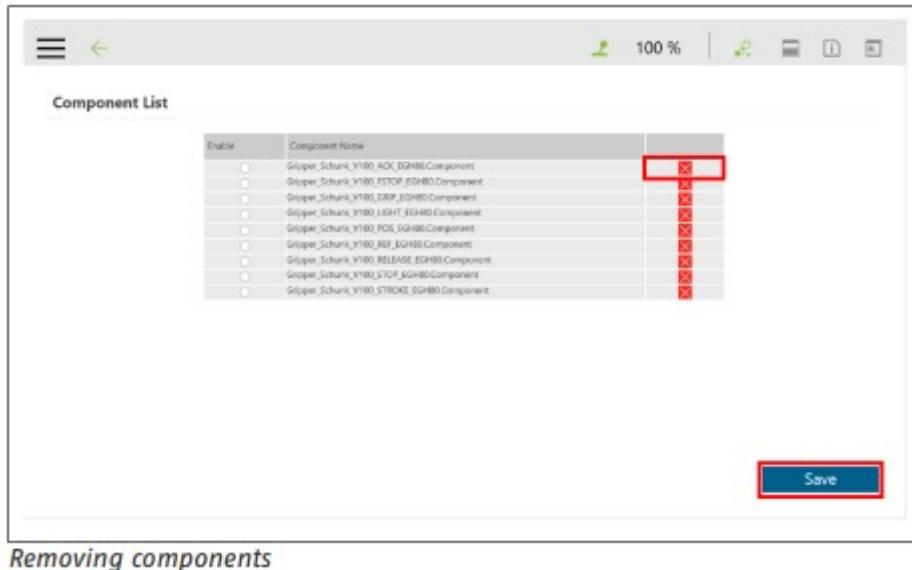

Figure 8.6: Pulsante "Save" per salvare le modifiche
- (c) Selezionare il pulsante "Save" (Fig. 8.6)